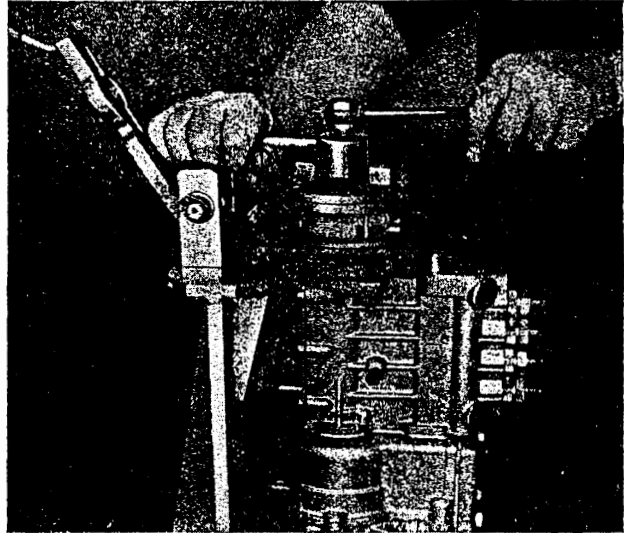

Bild M 130. Spritzversteller mit Abzieher (Werkzeug Nr. 324.020-M 118) von der Einspritzpumpe abziehen
3. Das Abziehen des Spritzverstellers von der Einspritzpumpe ist mit dem Abzieher (Werkzeug Nr. 324.020-M 118) vorzunehmen (Bild M 130).